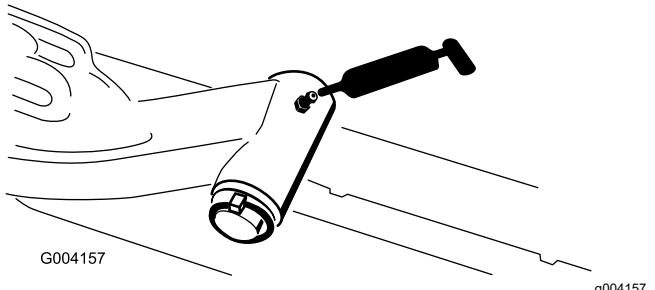

Рисунок 44
- Ось поворота подъемного рычага (по 1 шт.) — Рисунок 44